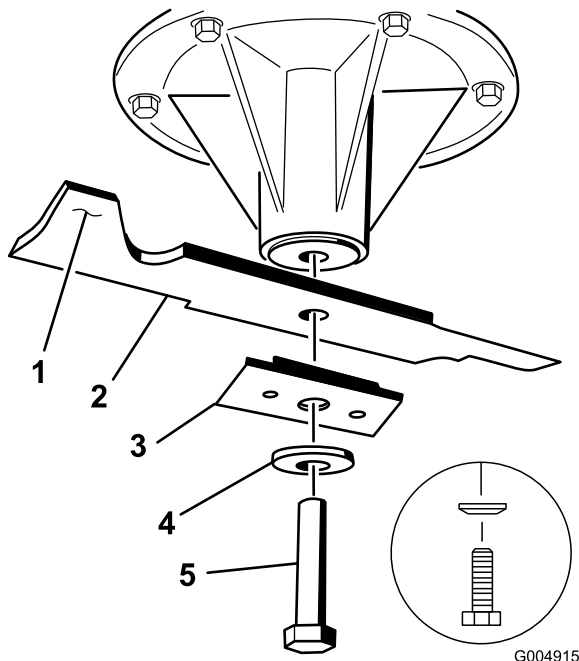

Figure 51
2. Enlevez de l'axe le boulon de lame, la rondelle bombée, le renfort de lame et la lame (Figure 51).